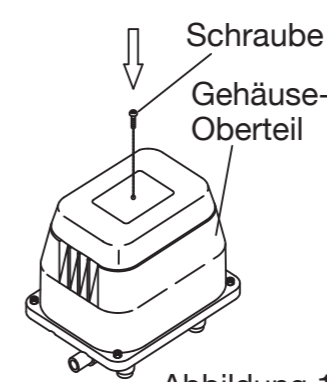

Abbildung 1
- 2 Entfernen Sie die Befestigungsschraube der Filterabdeckung (Abbildung 1).